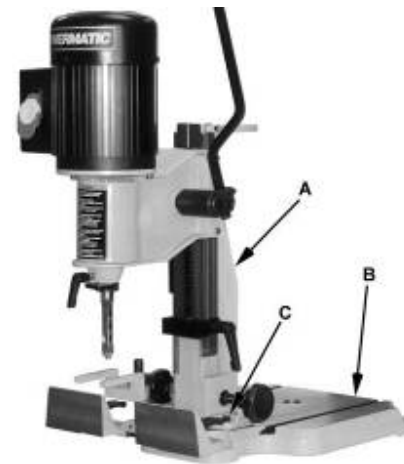

Fig 14
Retirer les quatre vis à 6 pans creux (C, Fig 14), faire tourner la colonne verticale (A) sur 180° et la fixer à nouveau. Il est ainsi possible de travailler des pièces plus grandes